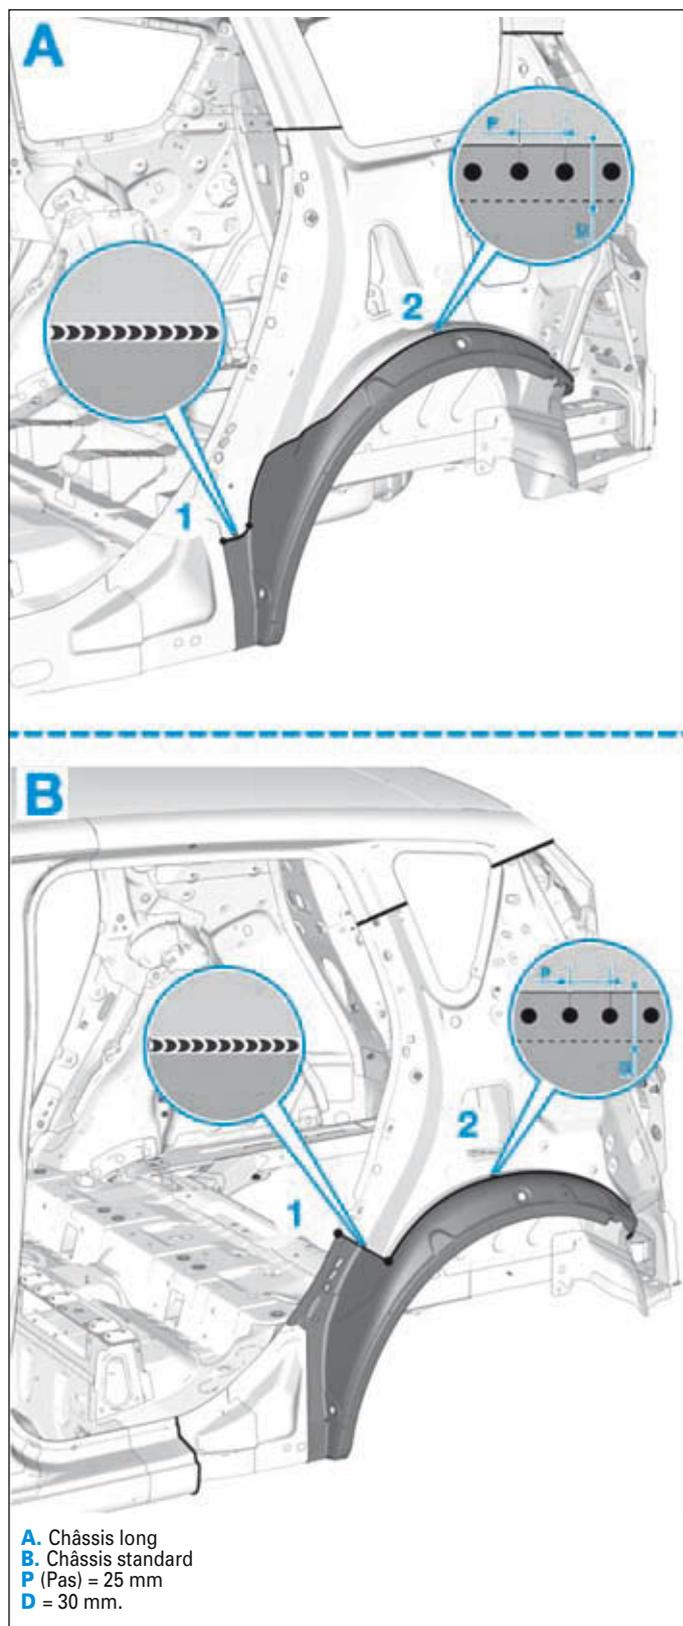

FIG. 153
- Effectuer en (1) une liaison bord à bord et en (2) une liaison par superposition (Fig. 153).